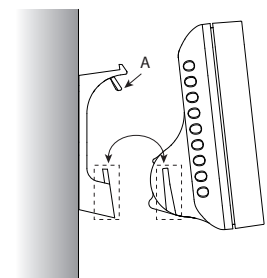
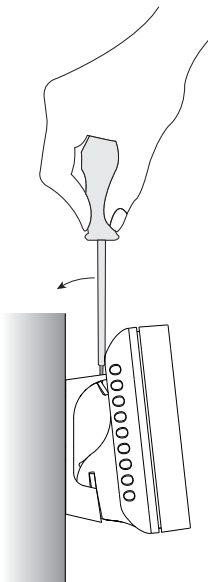

Fig. 4
Fig. 5
- Tramite una forcine o un tronchesino, eliminare il particolare "A" in plastica mostrato in Fig. 4 se si vuole che lo strumento possa essere sganciato dal supporto senza l'utilizzo di un cacciavite. In caso contrario invece non rimuovere il particolare. Per sganciare lo strumento sarà necessario un cacciavite inserito nella posizione mostrata in Fig. 5;
- Far scorrere il terminale, in modo da agganciarlo al supporto come mostrato in Fig. 4;
- Use scissors or cutting nippers to remove the plastic part "A" shown in Fig. 4 if the device needs to be removed from the support without needing a screwdriver. Otherwise, leave the part intact, and a screwdriver inserted in the position shown in Fig. 5 will be required to release the device;
- Slide the terminal onto the support, as shown in Fig. 4;